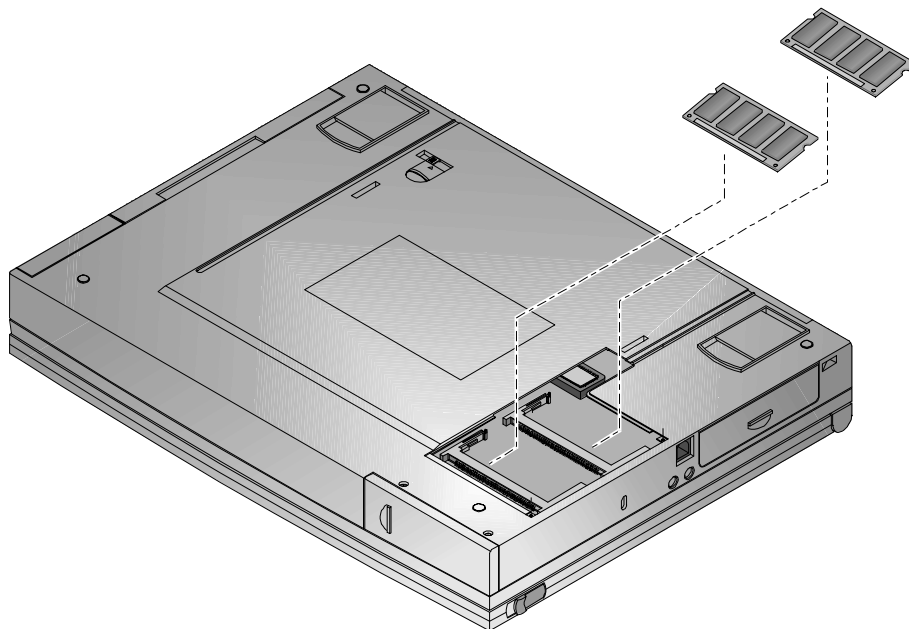

Figure 6-2 : insertion de DIMM
3. Insérez chaque DIMM dans l'emplacement de mémoire selon un angle de 45 degrés (figure 6-2).